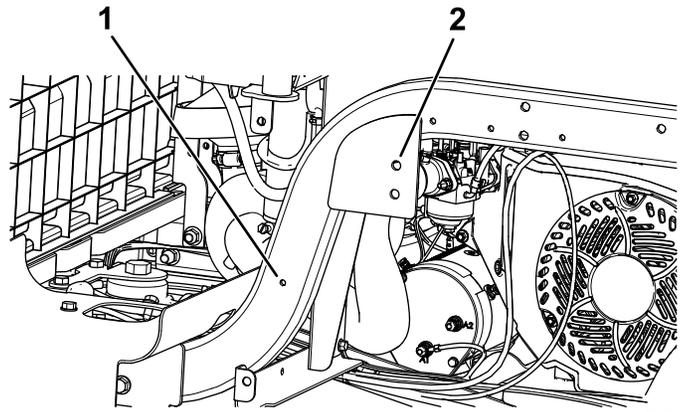

Figura 13
1. Alinee un soporte del ROPS con los 2 taladros situados detrás de la base del asiento y con el taladro situado hacia la parte delantera del perfil del bastidor, según se muestra en Figura 13.
3. Marque la posición de los taladros del soporte del ROPS (Figura 13).